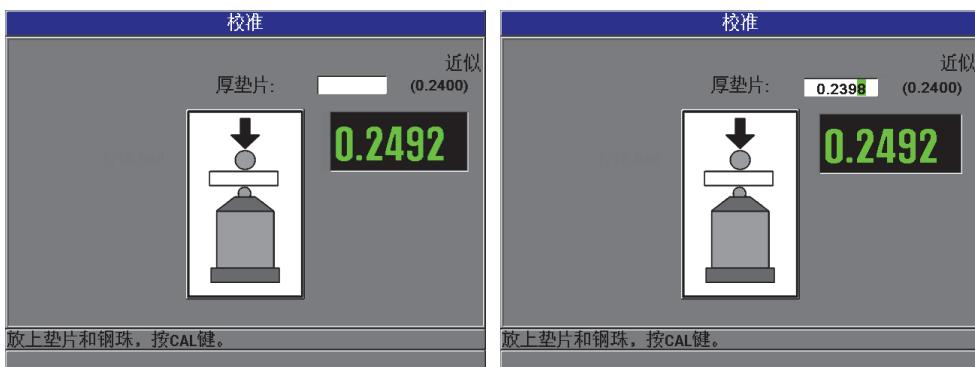

图 4-8 厚垫片校准点
6. **厚垫片点:** 仪器会提醒用户将特定的厚校准垫片和目标放在探头尖端上。这个厚校准点的厚度会根据所选的目标滚珠、圆盘或钢线的不同产生变化。屏幕上较低的测量值框中会显示垫片的大约厚度值。按**[校准]**键, 将测量值传输到上面的文本框中, 然后使用箭头键根据校准垫片的已知厚度修改框中的值, 然后按**[校准]**键(参见第71页的图4-8)。